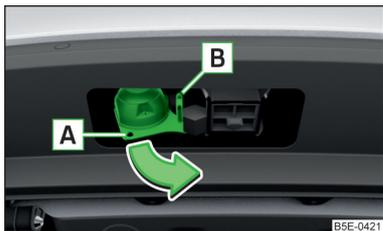

Abb. 282
- › Die 13-polige Steckdose im Bereich **A** fassen und in Pfeilrichtung ausschwenken » **Abb. 282**.
- › Die Abdeckkappe der Steckdose aufklappen und den Stecker des Anhängers (des Zubehörs) in die 13-polige Steckdose **A** einstecken » **Abb. 282**. (Wenn der Anhänger/das Zubehör über einen 7-poligen Stecker verfügt, ein entsprechendes Reduktionsstück aus dem ŠKODA Original Zubehör verwenden).